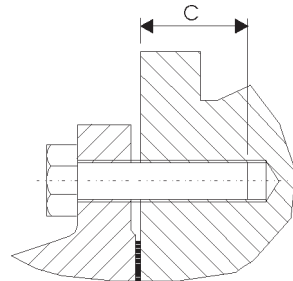

Fig. 3
- Pour le montage du compteur dans la conduite, il convient d'utiliser des vis 8.8 selon DIN 931. La longueur des vis doit être choisie de sorte qu'une profondeur filetée de C mm (tableau 2) soit assurée dans le compteur (fig. 3). Le couple de serrage maximal est de 110 Nm.